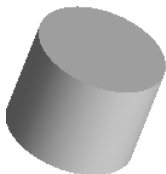

图 6.14.2 凸台-拉伸 1
Step2. 创建如图 6.14.2 所示的零件基础特征——凸台-拉伸 1。选择下拉菜单 **插入(I)**  **拉伸(E)...** 命令; 选取前视基准面作为草图基准面; 在草图绘制环境中绘制如图 6.14.3 所示的横断面草图; 采用系统默认的深度方向; 在“凸台-拉伸”对话框 **方向1(1)** 区域的下拉列表中选择 **给定深度** 选项, 输入深度值 20.00; 单击  按钮, 完成凸台-拉伸 1 的创建。